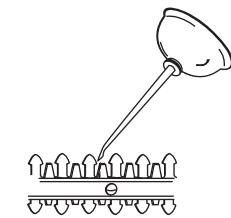

Fig. 7
- Aplique aceite de máquina ligero a lo largo del borde de la cuchilla superior (Fig. 7).